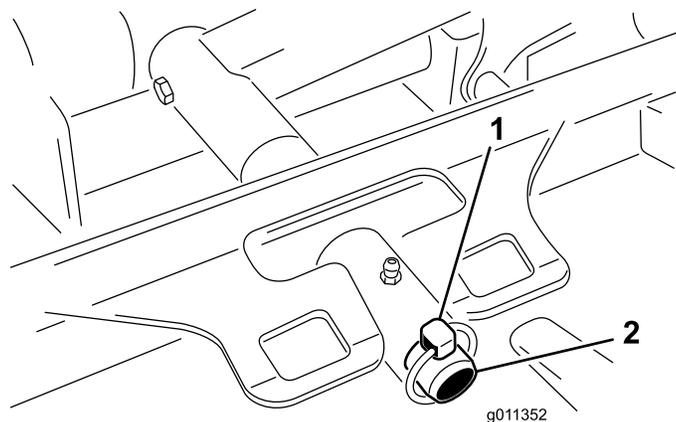

Figura 56
3. Retire o pino de sujeição ou porca de bloqueio (apenas GM 4700) que fixa a estrutura de suporte da plataforma ao pino da articulação do braço de elevação (Figura 56).
3. Deslize a estrutura de suporte da plataforma até que esta fique sobre o pino da articulação do braço de elevação. Prenda com o pino de sujeição ou porca de bloqueio (apenas GM 4700) (Figura 56).